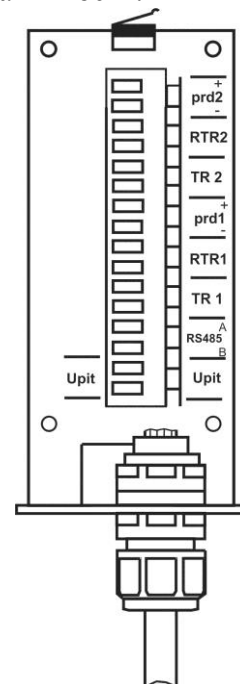

Рис. 5.5
5.2.1 В соответствии с электрической схемой проекта произвести подключение проводников кабеля связи (с ППК или концентратором) к контактам зажимов расположенным на плате модуля на обратной стороне шасси КС. (см. рис. 5.5). В зажимы «RTR1» и «RTR2» установить контрольные резисторы. Пары контрольных проводов от ППК подключить к зажимам «TR1» (ШС1) и «TR2» (ШС2). В случае контроля цепи ТРЕВОГА на зажимах TR без внешнего резистора (перемычка в зажимах RTR), необходимо ограничить ток значением не превышающим 100 мА (ограничитель тока можно установить вместо перемычки в зажимах RTR). Кнопка вскрытия (SB) объединена с тревожным сигналом ИЗВ1. Пару проводов «24 В» от блока питания подключить к двум зажимам «+Upit», «-Upit». Витую пару, соединяющую БПРМ с БПРД извещателя для проводной синхронизации подключить к контактам «-prd», «+prd» соответственно.